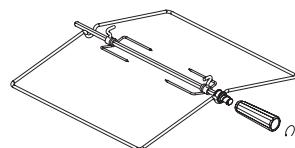
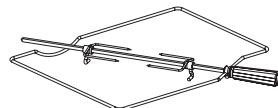

рис. 10
рис. 11
Внимание! Во избежании перегрева и разрушения стеклокерамического стола используйте посуду с ровным дном и размером соответствующим диаметру зоны нагрева. Запрещается использовать посуду с изогнутым дном и диаметром посуды меньше диаметра зоны нагрева. Запрещается устанавливать посуду со смещением относительно зоны нагрева. (рис.10).
- Плиты комплектуются вертелом со съемной рукояткой (рис.10). В зависимости от комфорта, плиты могут комплектоваться вертелями другого исполнения (рис.11). При установке и извлечении использовать рукоятку, которая накручивается на резьбовую втулку.